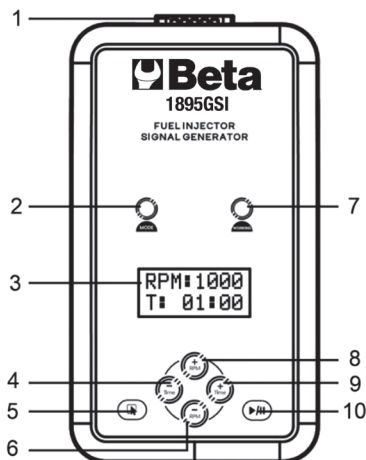

Fig. 1
- Selecteer de gewenste, gesimuleerde rotatiesnelheid door op de knoppen '+' (8 Afb. 1) en '-' (6 Afb. 1) te drukken.
- Stel de duur van het proces in door op de knoppen "+" (9 Afb. 1) en "-" (4 Afb. 1) te drukken.